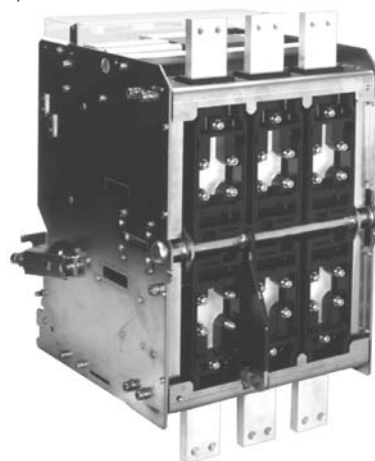

Рисунок 13. Выводы главных контактов: а) вертикальные; б) горизонтальные; в) фронтальные
**48 Выводы главных контактов** Служат для присоединения внешних проводников. Выпускаются в трех исполнениях, приведенных на рис.13.